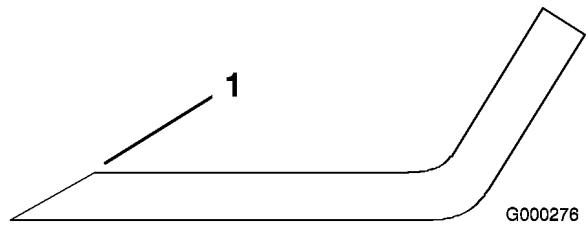

Figure 77
1. Au moyen d'une lime, aiguissez les tranchants aux deux extrémités de la lame (Figure 77) en veillant à conserver l'angle de coupe d'origine. Limez la même quantité de métal sur chacun